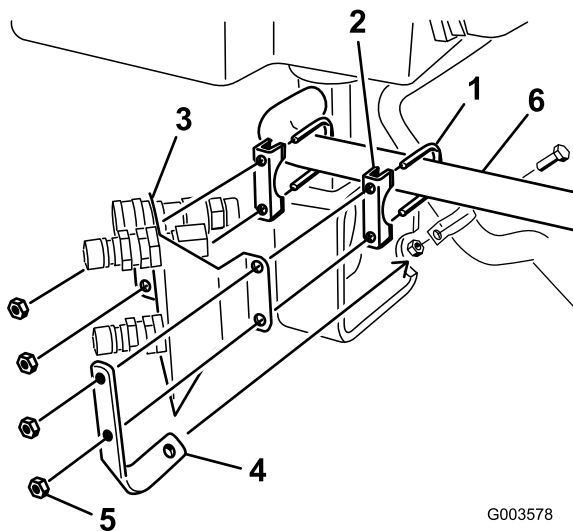

Bild 9
2. Montieren Sie die Befestigungshalterung für den Schlauch und die Kupplungshalterung an den Schalldämpferklemmen. Ziehen Sie die Muttern noch nicht fest. Die Kupplungshalterung muss für die Installation der Hydraulikschläuche (Bild 9) lose sein.